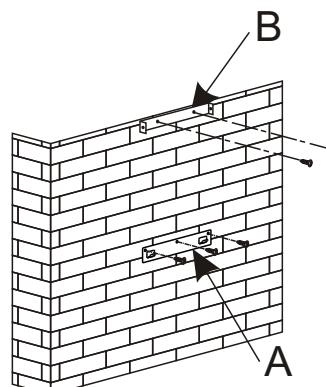

Abb. 1
(Abb. 1)
- Zeichnen Sie auf die Mauer die 3 Bohrlöcher auf, die Sie benötigen und benutzen Sie dafür die mitgelieferten Halter der Dunstabzugshaube und beachten Sie dabei den empfohlenen Abstand (Teil A der Abb. 1).
- Schrauben Sie den Halter für die Befestigung der Dunstabzugshaube fest und garantieren Sie, dass er vollständig im Wasser ist (Teil A der Abb. 1).
- Berechnen Sie die Endhöhe für den U-Halter der Rohrabdeckung (Teil B Abb. 1)
- Bohren Sie die beiden Löcher mit 8 mm und schrauben Sie den Halteflansch der Rohrabdeckung an und achten Sie dabei, dass die Achse zur Dunstabzugshaube korrekt ist (Teil B Abb. 1).